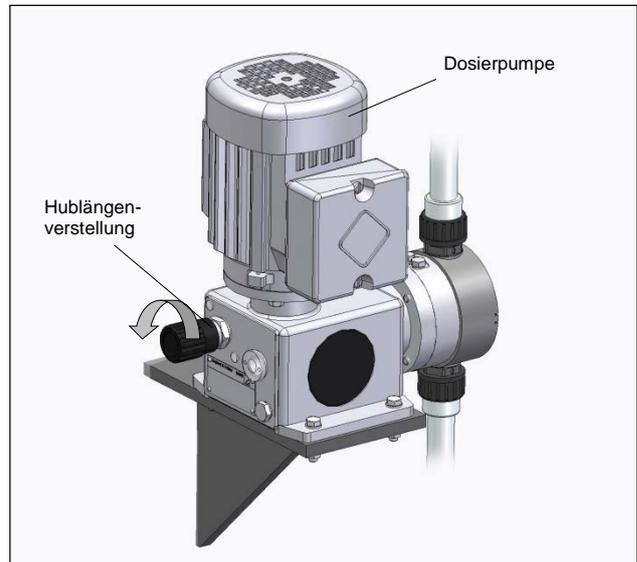

Abb. 23
- Pumpe / Anlage in Betrieb nehmen; Förderstrom der Pumpe durch Hubfrequenz- und / oder Hublängenverstellung bis zum Maximum langsam erhöhen (siehe Abb. 23).